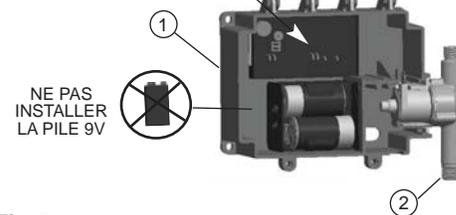

Fig. 6
Testez le fonctionnement. Si tout va bien, vous pouvez maintenant fermer le couvercle - **Soyez prudents pour ne pas endommager les fils ou les composants sur la carte d'amplification électronique. Voir Fig. 6.** Sécurisez le couvercle avec des vis. S'il y a une fuite à partir de l'orifice de sortie du bec du robinet : FERMEZ L'APPROVISIONNEMENT D'EAU. Vérifiez si la connexion du solénoïde est adéquate. Si le problème persiste, remplacez le solénoïde. Si le robinet fait preuve d'un débit très bas: A) Enlevez l'orifice de sortie et nettoyez-le ou B) FERMEZ L'APPROVISIONNEMENT D'EAU. Nettoyez ou remplacez l'assemblage du tamis (2). Si l'unité ne fonctionne pas adéquatement; veuillez vous reporter en page 5 du Guide de dépannage.